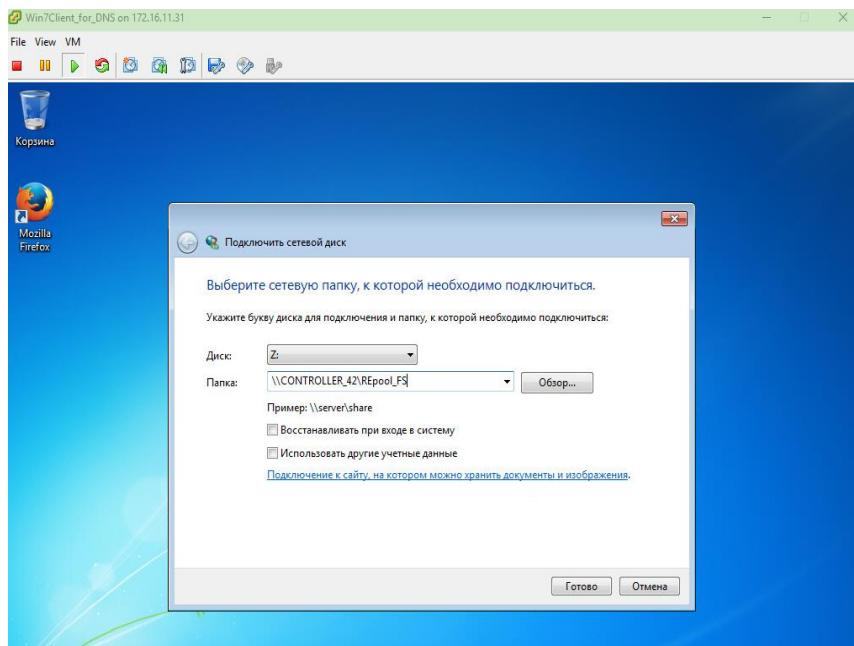

Рисунок 114. Окно подключения сетевого диска
3. Введите необходимые данные (см. Рисунок 114).